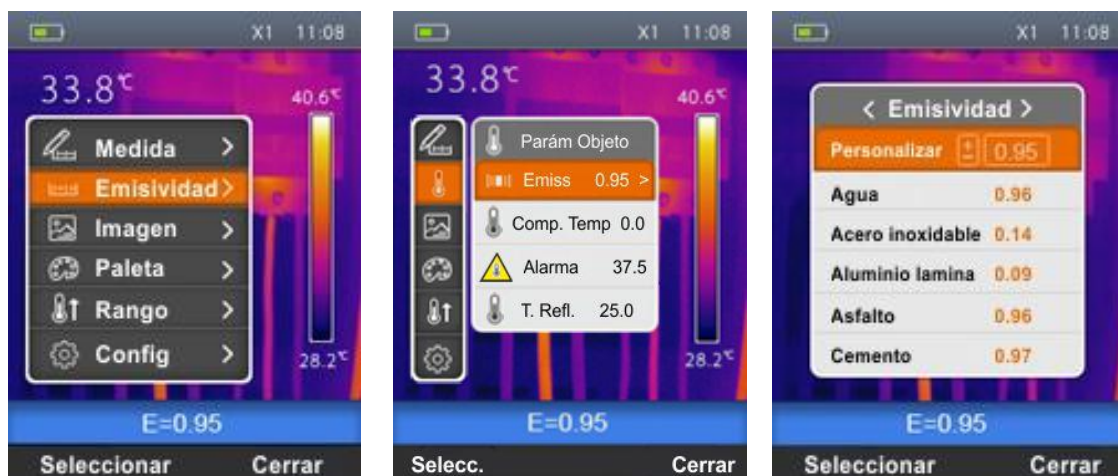

Fig. 18: Configuración Emisividad en el instrumento
1. Seleccione el texto “Emisividad” con las teclas $\oplus$ o $\ominus$ y pulse la tecla $\Rightarrow$. La pantalla de Fig. 18 – Parte central se muestra en el visualizador
2. Utilice las teclas $\oplus$ o $\ominus$ para seleccionar el texto “Emiss” y pulse la tecla $\Rightarrow$. La pantalla de Fig. 18 – derecha se muestra en el visualizador.